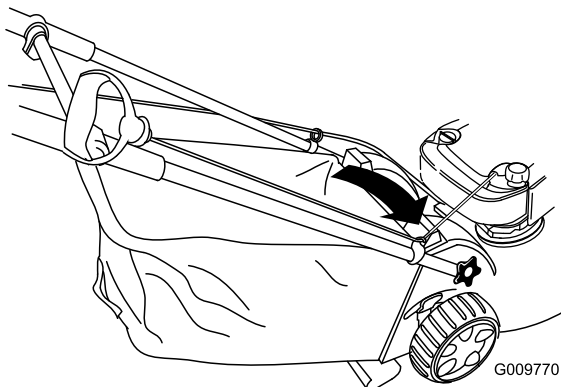

Figura 28
1. Pase la cuerda de arranque alrededor de la guía de cuerda inferior (Figura 28).